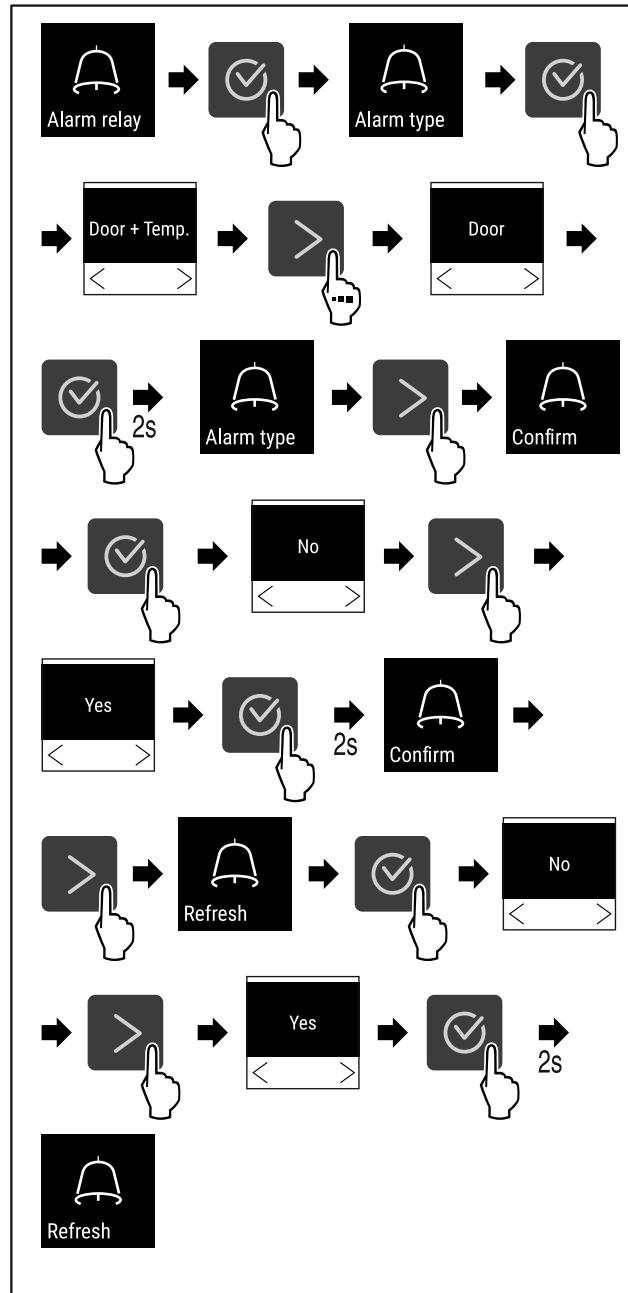

Fig. 145
- Følg anvisningene (se Fig. 145).